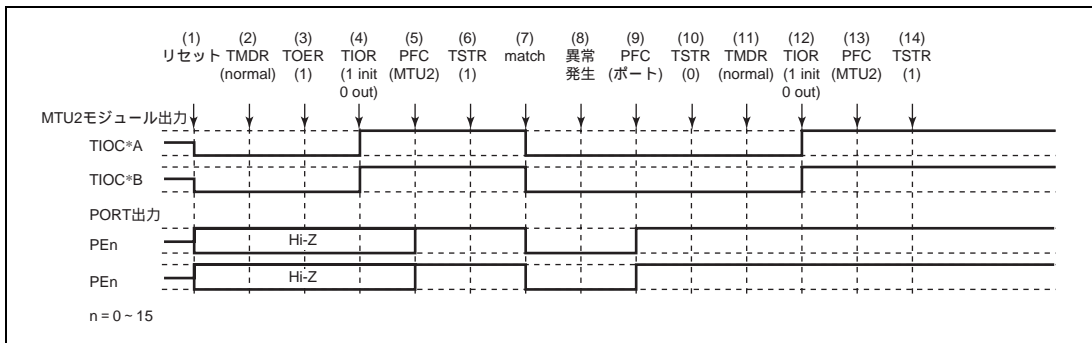

図 10.138 ノーマルモードで異常が発生し、ノーマルモードで復帰する場合
ノーマルモードで異常が発生し、再設定後ノーマルモードで再スタートする場合の説明図を図 10.138 に示します。
(1) ~ (10) は図 10.138 と共通です。
(11) PWM モード 1 を設定します。
(12) TIOR で端子を初期化してください (PWM モード 1 では TIOC*B 側は初期化されません。初期化したい場合はノーマルモードで初期化した後、PWM モード 1 に遷移してください)。
(13) PFC で MTU2 出力としてください。
(14) TSTR で再スタートします。
(11) PWM モード 2 を設定します。
(12) TIOR で端子を初期化してください (PWM モード 2 では周期レジスタの端子は初期化されません。初期化したい場合にはノーマルモードで初期化した後 PWM モード 2 に遷移してください)。
(11) 位相計数モードを設定します。
(12) TIOR で端子を初期化してください。
(14) TSTR で再起動します。
(11) TIOR でノーマルモードの波形生成部を初期化してください。
(12) TIOR でノーマルモードの波形生成部の動作を禁止してください。
(13) TOER でチャンネル 3、4 の出力を禁止してください。
(14) TOCR で相補 PWM の出力レベルと周期出力の許可禁止を選択してください。
(15) 相補 PWM を設定します。
(16) TOER でチャンネル 3、4 の出力を許可してください。
(17) PFC で MTU2 出力としてください。
(18) TSTR で再スタートします。
- (1) ~ (13) は図 10.138 と共通です。
- (14) TOCR でリセット同期 PWM の出力レベルと周期出力の許可禁止を選択してください。
- (15) リセット同期 PWM を設定します。
- (16) TOER でチャンネル 3、4 の出力を許可してください。
- (17) PFC で MTU2 出力としてください。
- (18) TSTR で再スタートします。